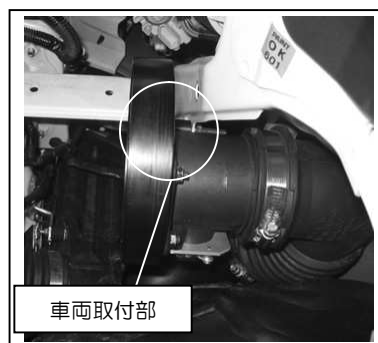

図 8
- ④組み立てたアダプターASSY を車両へ取り付けます。図 8、9 参照